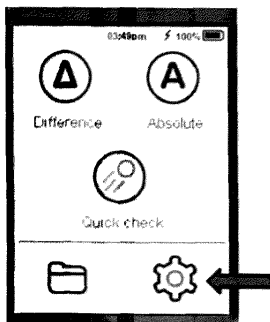
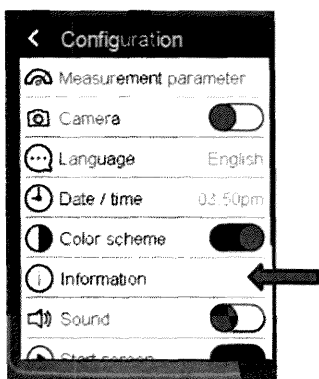
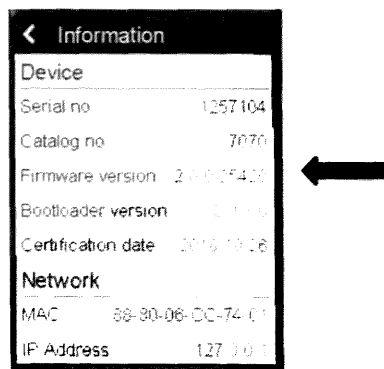
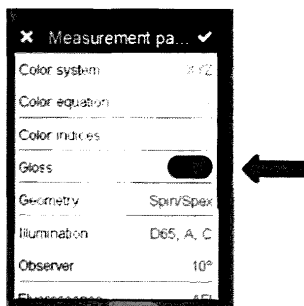

Рисунок 3
Рисунок 6
Рисунок 7
Рисунок 12
При необходимости возможно провести калибровку спектрофотометра вручную. Для этого необходимо использовать калибровочный белый стандарт из комплекта спектрофотометра. На экране прибора нажмите значок [] (рисунок 3), откроется экран «Configuration», далее выберите строку «Calibration» > «Calibrate on white standard» (рисунки 4, 5).
8.3.1 Для вывода на экран идентификационных данных программного обеспечения spectro2guide нажать значок [] (рисунок 3), откроется экран «Configuration» (рисунок 6). далее выберите строку «Information», откроется экран с идентификационным номером программного обеспечения «Firmware version» (рисунок 7).
Нажмите значок [] (рисунок 3), откроется экран «Configuration» (рисунок 6), далее выберите строку «Measurement Parameters» (рисунок 6), появится экран «Standard» (рисунок 8)
8.4.1.3 Для проведения измерений на экране прибора нажмите на значок [A] (рисунок 3). Откроется экран готовности к измерению.
8.4.2.2 Нажмите значок [] (рисунок 3), откроется экран «Configuration» (рисунок 6), далее выберите строку «Measurement Parameters». В открывшемся меню выберите параметр «Gloss» (рисунок 12), подтвердите выбор, нажав на галочку в правом верхнем углу.